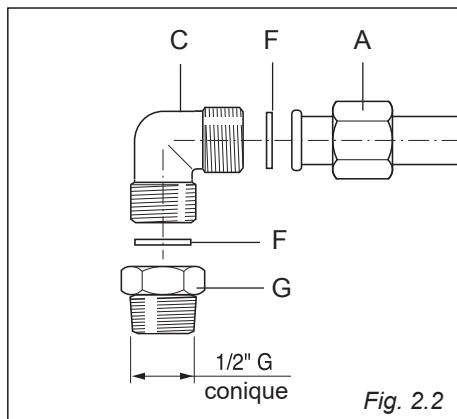

Fig. 2.2
Le groupe raccordement (fig. 2.2) se compose de:
- Les joints "F" (fig. 2.2) sont les éléments de garantie de l'étanchéité du branchement au gaz.